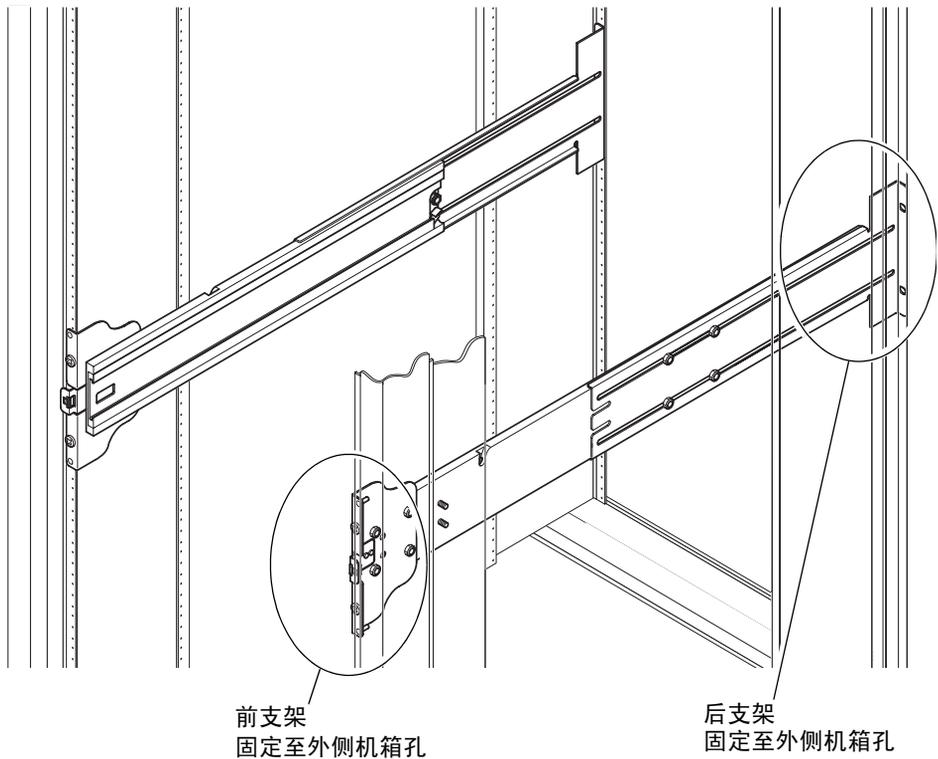

图 1-7 在 Sun Rack 900 机箱或 19 英寸四柱机箱中安装滑轨
3. 将前支架上的销钉插入机箱孔 22 和 33（图 1-7）。
3. 将前支架上的销钉插入机箱孔 58 和 69（图 1-7）。
3. 使用两颗 10-32 UNF 型螺丝固定后支架（图 1-7）。
4. 使用两颗 10-32 UNF 型螺丝固定前支架（图 1-7）。